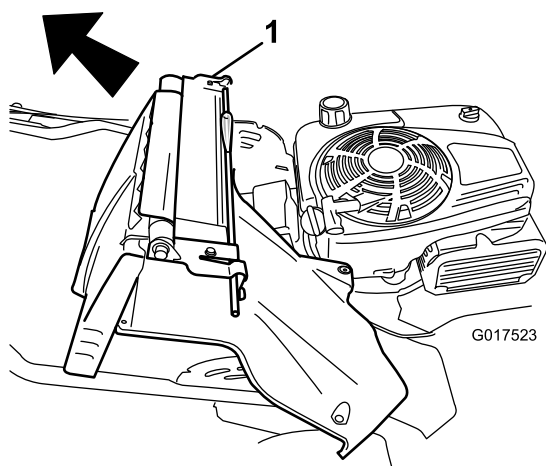

Figure 36
- Déposez l'ensemble déflecteur arrière et levier de verrouillage du guidon (Figure 36).